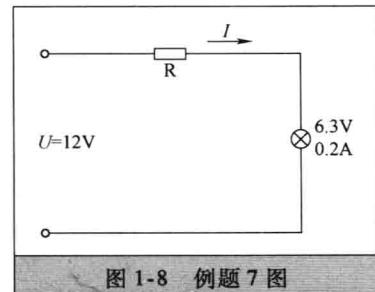

图 1-8 例题 7 图
**例题 7** 一个信号灯，其额定电压为  $6.3V$ ，工作电流为  $0.2A$ ，今欲接入  $12V$  的电源，用一个线绕电阻降压，如图 1-8 所示，问降压电阻的阻值应为多大？